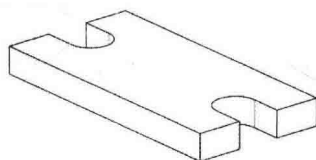

图 1-44 镜像特征
(8) 在主菜单中选取“插入|关联复制|镜像特征”命令，选取刚才创建的缺口为要镜像的特征，YOZ 平面为镜像平面，单击“确定”按钮，创建镜像特征，如图 1-44 所示。